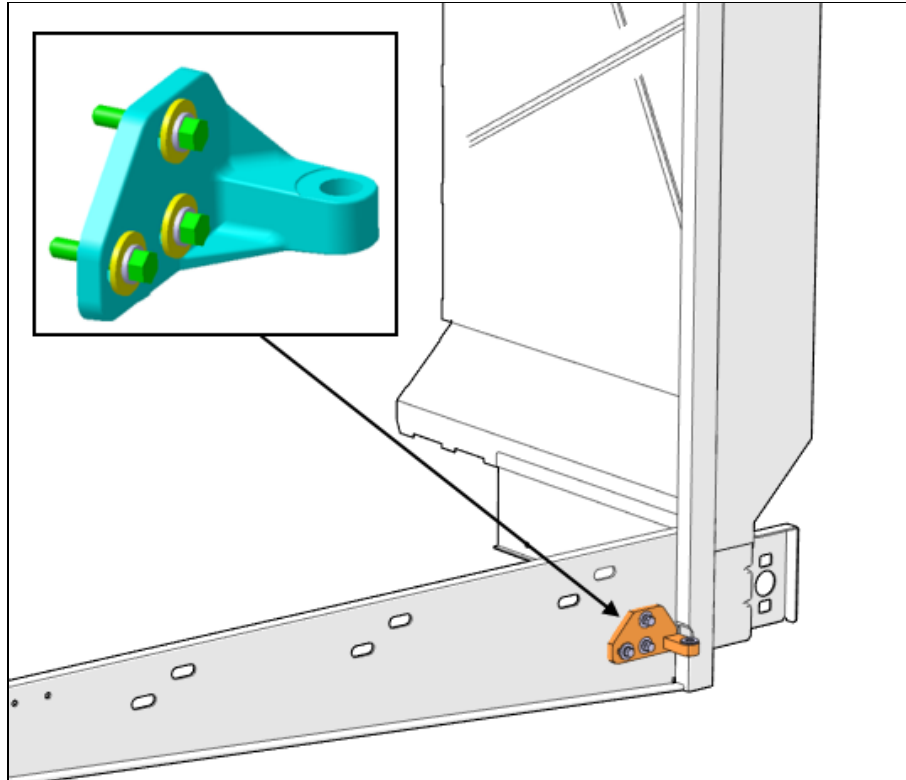

FIGURE 10: PORTION DE LA PENTURE À ENLEVER.
2. Enlever et disposer de la portion de la penture fixée sur la structure (3X Vis M6 Figure 10)